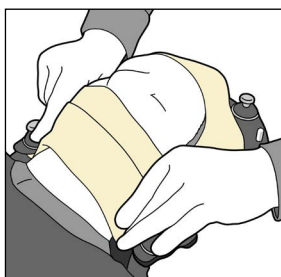

Fig. 13
5. Vik upp maskens nedre del runt patientens haka för ytterligare stadga och stabilitet. (Fig. 13)